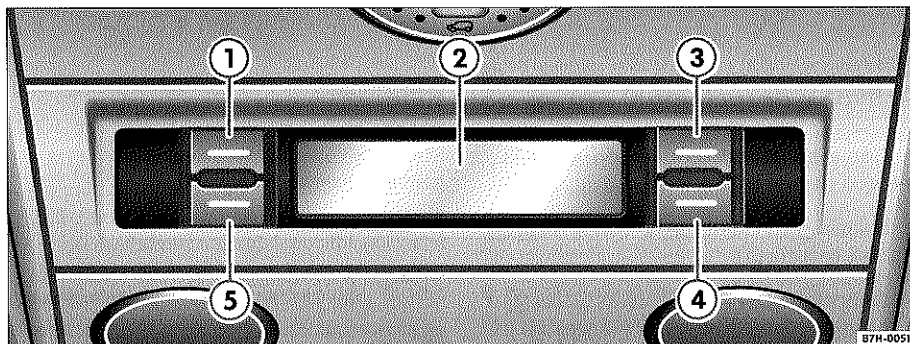

Fig. 22 Calefacción adicional de agua: mandos delanteros en el techo del vehículo
– Con el encendido conectado, pulse la tecla ⇒ fig. 22 ⑤.
– Seleccione el símbolo ④ con las teclas ③ o ④ y pulse la tecla ⑤.
– Seleccione un nivel de memoria con las teclas ③ y ④. Dependiendo del nivel de memoria seleccionado, en la pantalla aparece Timer 1, Timer 2, ..., Timer 5, No Timer.
– Pulse la tecla ④ para programar la hora de conexión en uno de los niveles de memoria (por ejemplo, Timer 1)
– Seleccione el día de la semana con la tecla ③ y ajústelo con la tecla ④.
– Seleccione la hora con la tecla ③ y ajústela con la tecla ④.
– Seleccione los minutos con la tecla ③ y ajústelos con la tecla ④.
– Pulse la tecla ⑤ para guardar los ajustes y para que la calefacción adicional de agua se conecte en el momento programado o pulse la tecla ④ para guardar los ajustes pero sin que la calefacción adicional de agua se conecte a la hora de conexión programada.
– Con el encendido conectado, pulse la tecla ⇒ página 34, fig. 22 ⑤.
– Seleccione el símbolo ④ con la tecla ③ y pulse la tecla ⑤.
– Seleccione la hora de conexión a la que se ha de encender la calefacción adicional de agua con las teclas ③ o ④.
– Pulse la tecla ⑤ para activar la hora de conexión seleccionada.
- La calefacción adicional de agua activada por medio del reloj programador sólo se puede desactivar pulsando una vez la tecla ⇒ página 34, fig. 22 ④ o por medio del mando a distancia por radiofrecuencia¹⁵⁾.